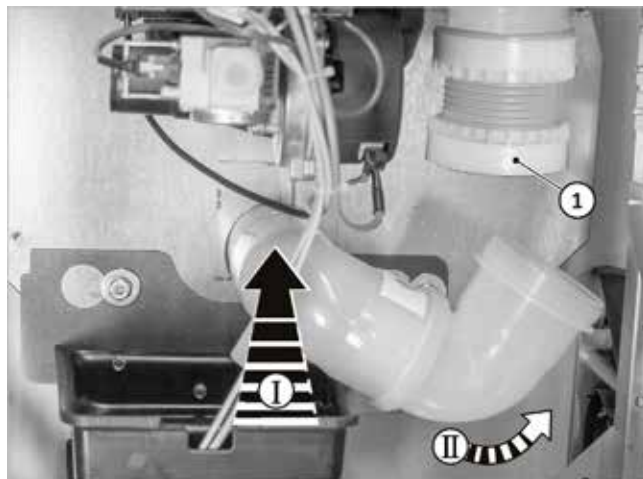

Fig. 42: montare la curva della tubazione fumi
5. Spingere il dado di sicurezza (cfr. ➔ fig. 42(1)) verso il basso e avvitare poi alla curva della tubazione fumi.